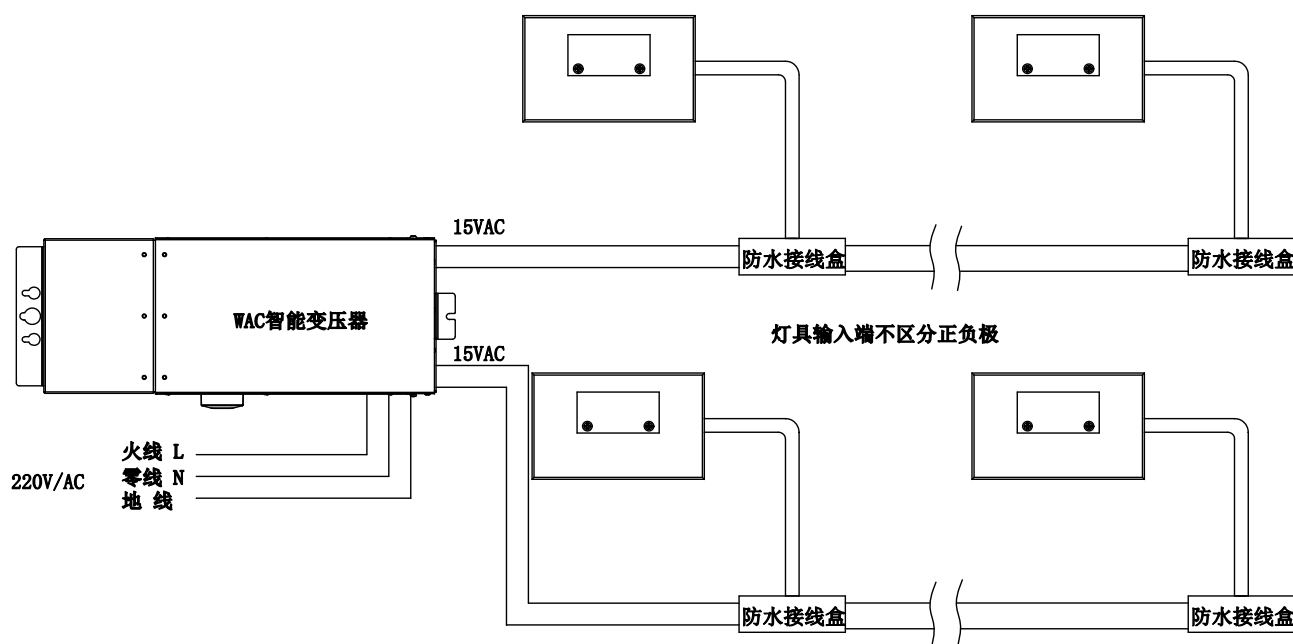

图 5
4. 灯具与接线盒电线连接如下：不必区分正负极，接线盒再与WAC专用变压器连接（如图 3 图 5所示）。